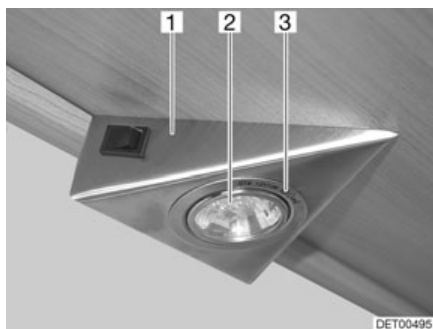

Fig. 188 Lámpara halógena empotrada
La lámpara halógena empotrada está instalada hundida en una carcasa (Fig. 188,1).
- Soltar el anillo de cubierta interior (Fig. 188,3) de la carcasa con un destornillador.
- Extraer la bombilla halógena (Fig. 188,2).